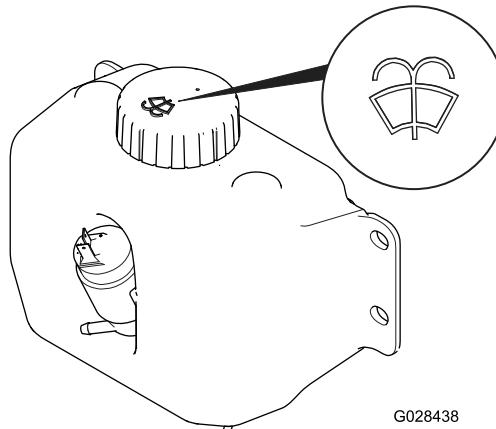

Figura 51
3. Localize o recipiente do líquido de lavagem (Figura 51).